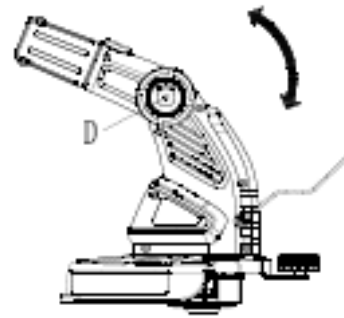

Fig. 12
1. Appuyez sur la touche de réglage D situé en-dessous de l'axe (Fig. 12)